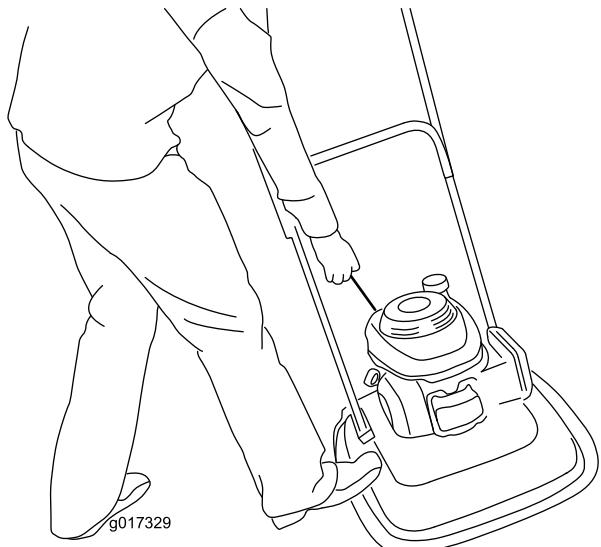

Рисунок 13
3. Поставьте ногу на деку и наклоните машину на себя (Рисунок 13).